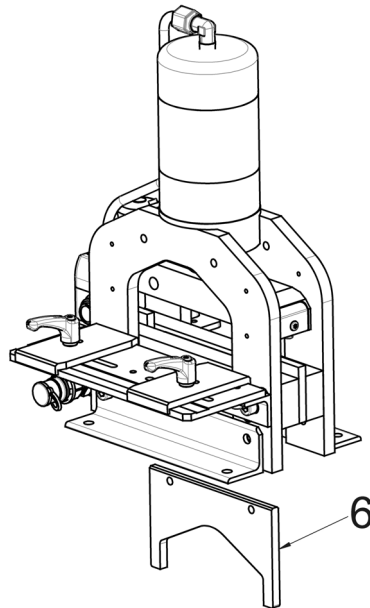

Fig. 13 : enlèvement de la lame
- Sortir enfin la lame par le bas de la machine de coupe (fig. 13, 6). Tenir compte du fait que la lame est coupante.